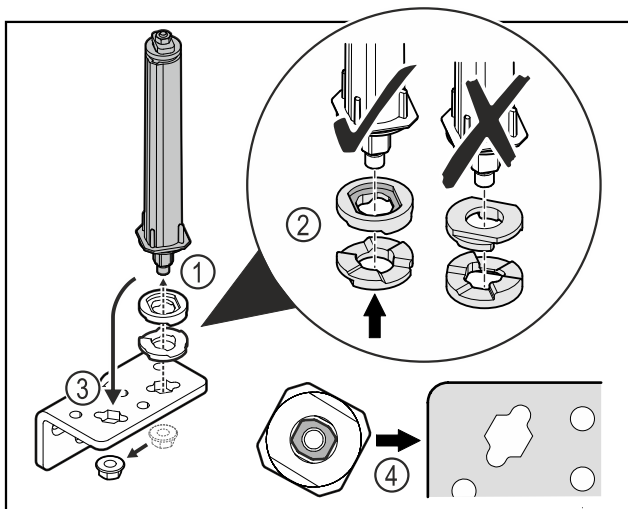

Fig. 47
- ▶ Moer losdraaien en deursluitsysteem verwijderen Fig. 47 (1).
- ▶ De correcte uitlijning van de hoogte-instelschijven in acht nemen Fig. 47 (2).
- ▶ Deursluitsysteem in de scharnierhoek verplaatsen en met de moer vastzetten Fig. 47 (3).
- ▶ Bij het plaatsen de correcte uitlijning van het deursluitsysteem in acht nemen Fig. 47 (4).